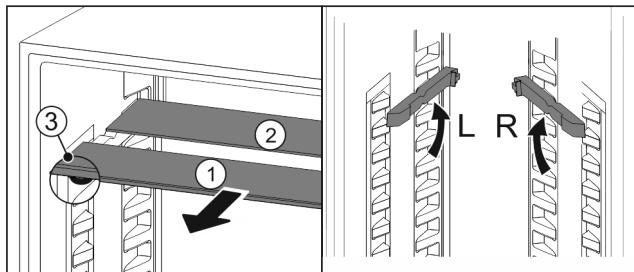

Fig. 103
- Издърпайте Fig. 103 (1) поотделно стъклените плохи напред.
- Стъклената плоча Fig. 103 (1) с декоративната лайстна е отпред.
- Ограничителите Fig. 103 (3) сочат надолу.